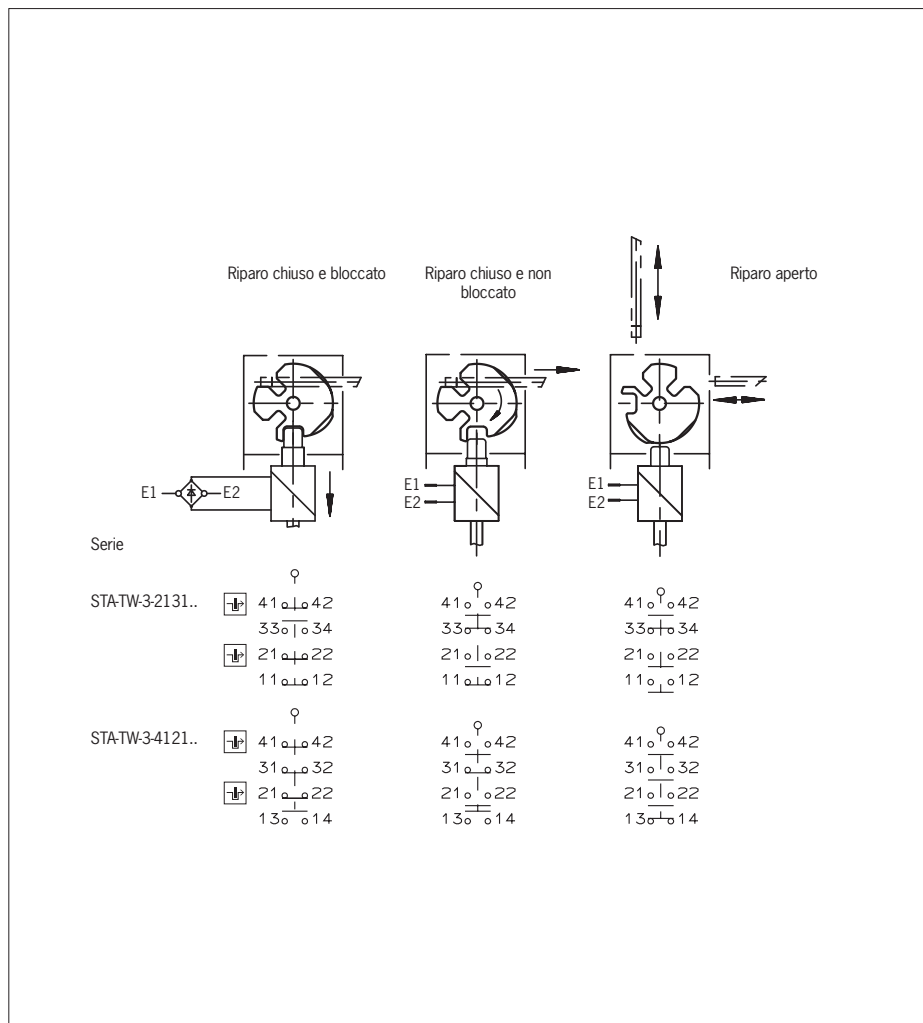

Fig. 3: Microinterruttori e commutazioni
Occorre utilizzare almeno un contatto . Si possono usare anche contatti con il simbolo (per la disposizione dei contatti vedere Fig. 3).
3. Collegare e serrare i morsetti con una coppia di 0,5 Nm (per la disposizione dei contatti vedere Fig. 3).